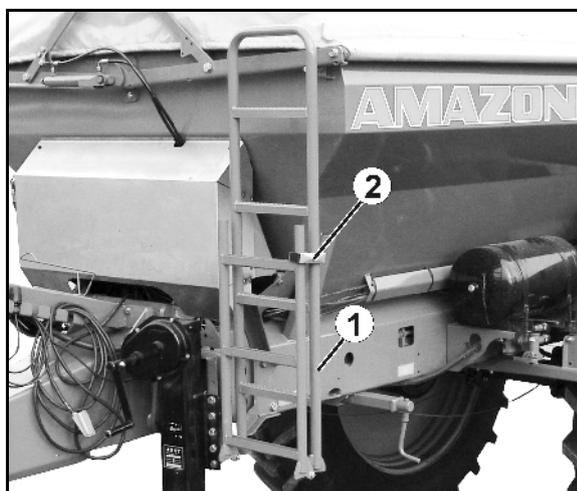

Fig. 39
L'échelle repliable (Fig. 39/1) permet d'accéder confortablement à la trémie pour procéder au nettoyage.
**Veiller à maintenir l'échelle relevée et verrouillée pendant le déplacement (Fig. 39/2).**